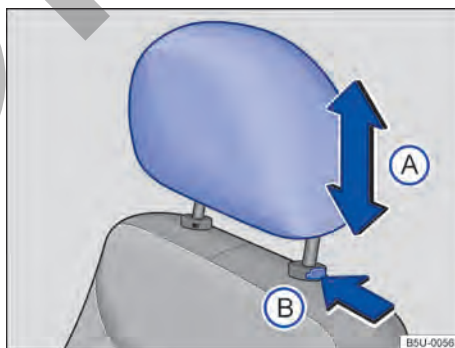

Fig. 60 Apoyacabezas delantero: ajustar.
- Empujar el apoyacabezas hacia arriba o hacia abajo en el sentido de la flecha → fig. 60 (A) → ⚠ en *Introducción al tema* de la pág. 69.